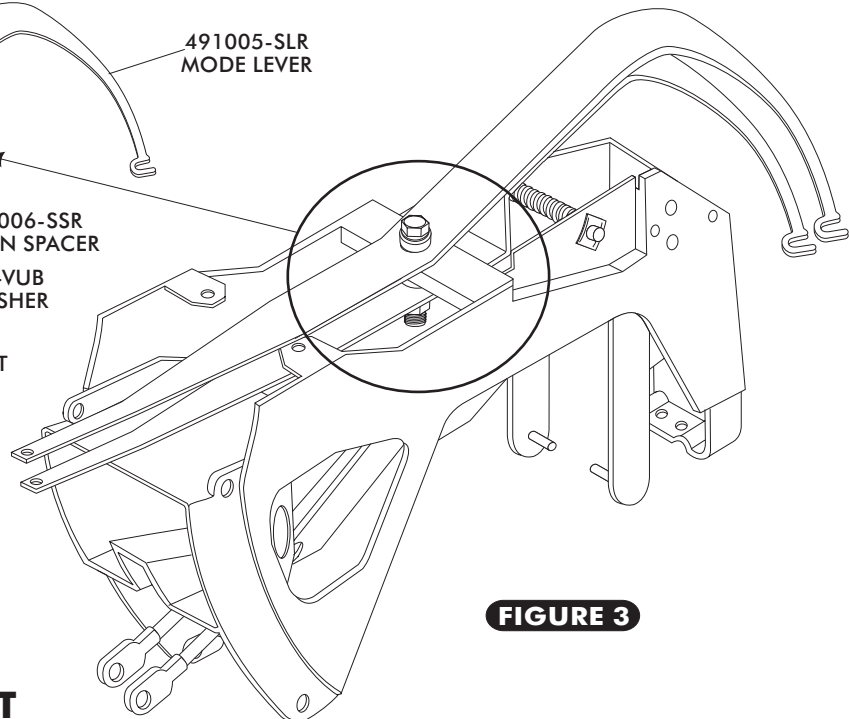

FIGURE 3
6. BLOWER & MODE LEVER INSTALLATION CONT. FIGURE 3
- USING A 5/16-18 x 1.750 HEX BOLT, (2) AN WASHERS, (2) NYLON SPACERS, (2) NYLON SHOULDER SPACERS, AND NYLOCK NUT; INSTALL THE BLOWER & MODE LEVERS AS SHOWN IN FIGURE 3 & 3a, PAGE 6.